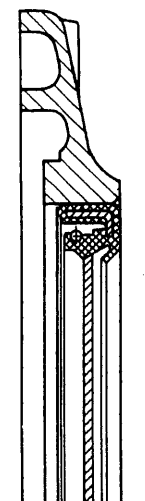

Bild 3 / Fig. 3
- Dichtring mit Montagescheibe 6.206.0.690.005.4 mit Dornpresse bis zum Anschlag eindrücken (Bild 3 und 5).
- A l'aide de la plaque de montage 6.206.0.690.005.4, enfoncer la bague d'étanchéité à butée, en faisant pression avec la presse à mandriner (figures 3 et 5).